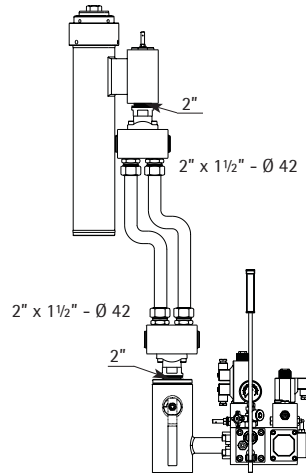

Fig. 11 Collegamento con n° 2 Tubi rigidi Ø 42
- con due tubi in acciaio diametro 42 mm in parallelo e due raccordi a 3 vie 1 1/2" x 2" x 1 1/2" (vedi Fig. 11).